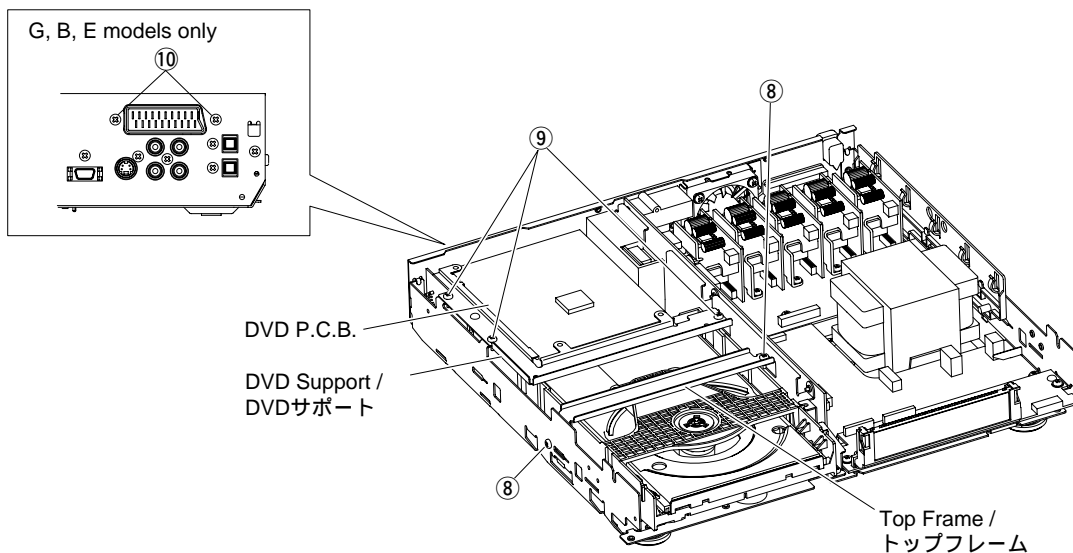

Fig. 5
- a. Remove 2 screws ( ⑧ ) and then remove the Top Frame in Fig. 5.
- b. Remove 3 screws ( ⑨ ) in Fig. 5.
- c. Remove 2 screws ( ⑩ ) in Fig. 5. (G, B, E models only)
- d. Remove the DVD support and the DVD P.C.B. in Fig. 5.
- a. ⑧のネジ2本を外し、トップフレームを外します。( Fig. 5 )
- b. ⑨のネジ3本を外します。( Fig. 5 )
- c. ⑩のネジ2本を外します。( G, B, E models only )( Fig. 5 )
- d. DVDサポート & DVD P.C.B.を外します。( Fig. 5 )